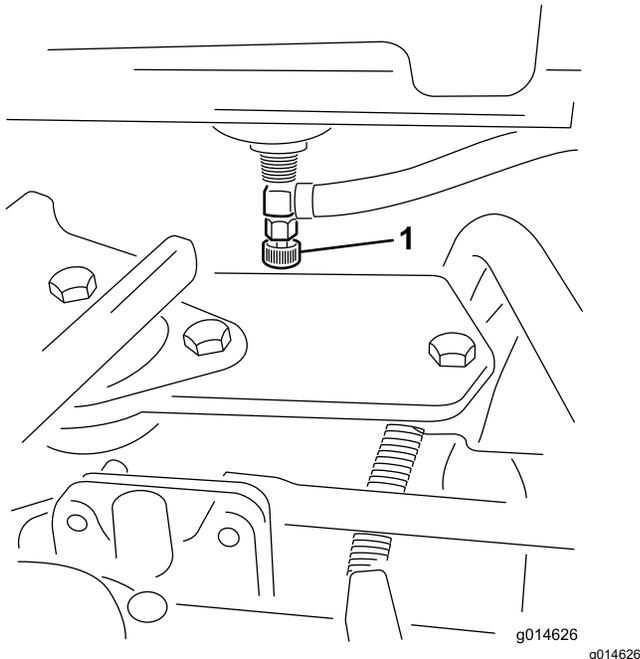

Figura 34
1. Feche a válvula de bloqueio do combustível (**Figura 34**) por baixo do depósito de combustível.